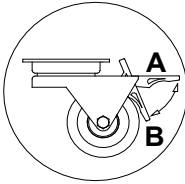

Fig.3 Wheel system, moving system
- Die Anlage auspacken und das Holzpodest, dass auf der Grundlage vorhanden ist, entfernen (ausgeschlossen von fahrbaren Anlagen) Abb.3 (S.31)